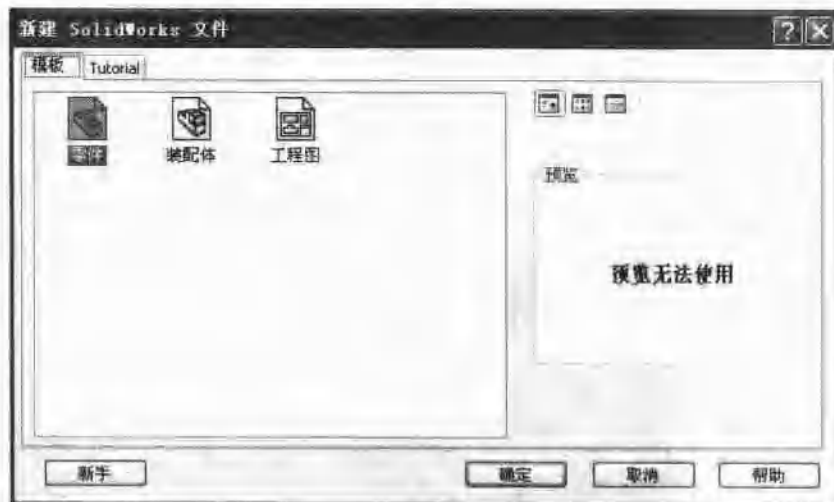

图 1-5 “模板”选项卡
(1) 单击“零件”按钮，可进入 3D 零部件的操作界面，其中零件文件的扩展名为 (*.prt、*.Sldprt)。
(2) 单击“装配体”按钮，可进入零件装配界面，其中装配体文件的扩展名为 (*.asm、*.Sldasm)。
(3) 单击“工程图”按钮，可进入工程图的操作界面，其中工程图文件的扩展名为 (*.dwt、*.Slddwt)。
(4) 单击“高级”按钮可进入“新建 SolidWorks 文件”对话框，选择“模板”选项卡，如图 1-5 所示